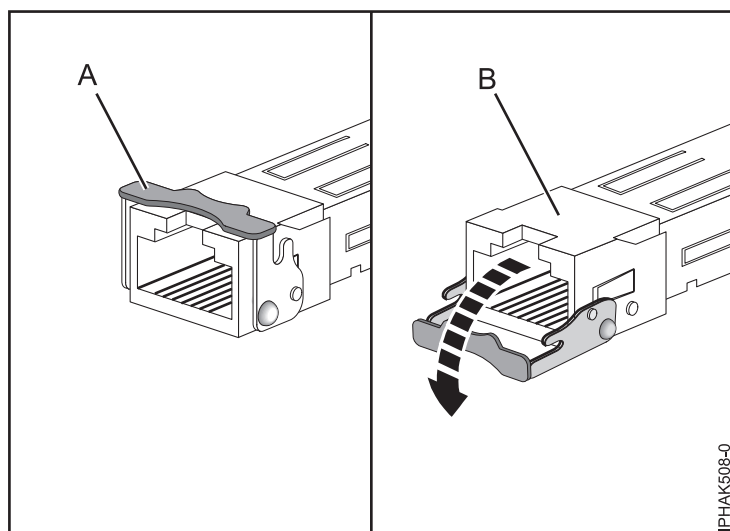

Figura 32. Extracció dels transceptors SFP dels adaptadors
Nota: Algunes FRU d'adaptadors Ethernet o de canal de fibra necessiten que es treguin els transceptors (si n'hi ha) SFP (connectables de format petit) per tal de poder treure la contrapunta. Amb la targeta en una superfície plana antiestàtica, obriu el pestell (A) fent-lo girar cap avall i traieu-lo de la targeta tal com es mostra a Figura 32 a la pàgina 41. Desplaceu el transceptor (B) traient-lo fora del maquinari de l'adaptador. Repetiu l'operació amb l'altre transceptor.